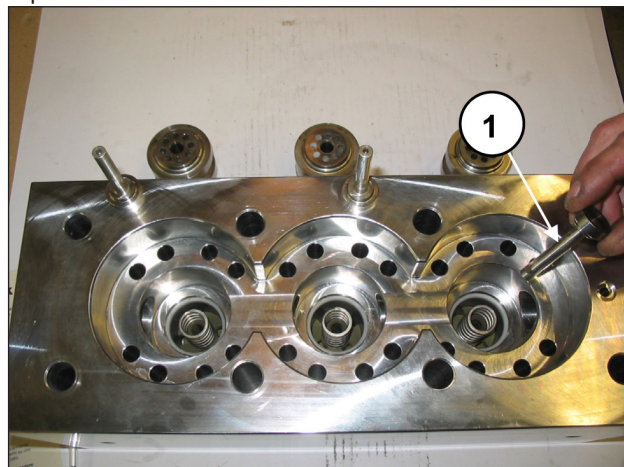
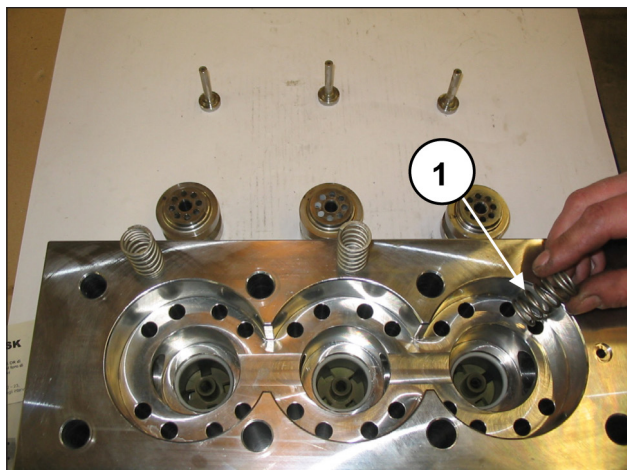
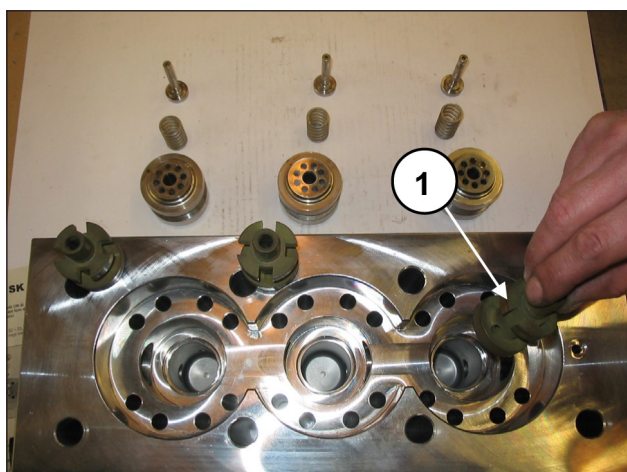

Fig. 117
Fig. 118
Fig. 119
Estrarre i piattelli di mandata (pos. ①, Fig. 117), e le rispettive guide (pos. ①, Fig. 119), con relative molle (pos. ①, Fig. 118), controllare il loro stato di usura ed eseguire, se necessario, eventuali sostituzioni, e comunque negli intervalli indicati nel capitolo 11 del *Manuale uso e manutenzione*.